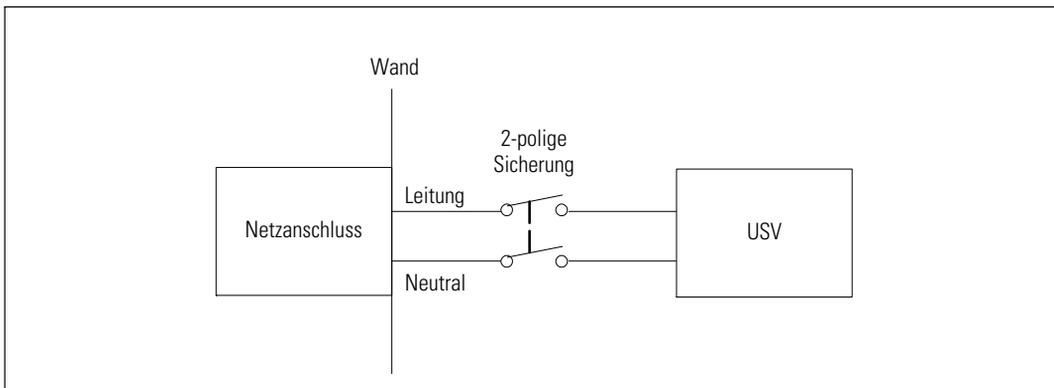

Abbildung 17. Diagramm der Überstromsicherung
- Für das Schutzgerät muss ein zweipoliges Ausschaltgerät zwischen dem USV-Ausgang und der Last geschaltet werden (siehe Abbildung 17)